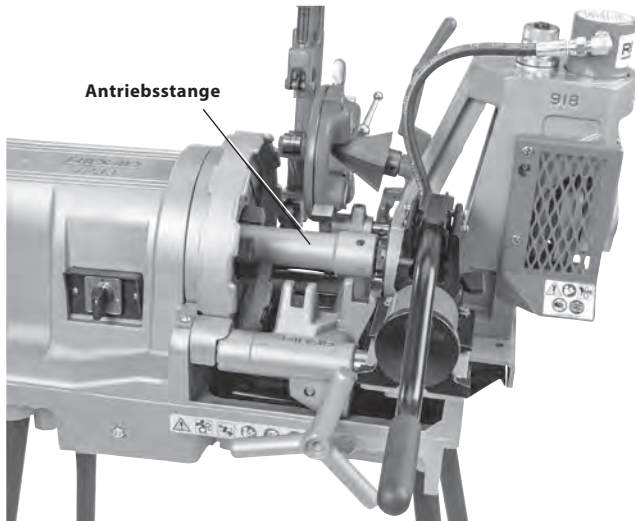

Abbildung 8C - Installation der Antriebsstange
6. Wenn das 918 am Ende der Gewindeschneidmaschine positioniert ist, ziehen Sie das vordere Spannftter der Maschine an der Antriebsstange fest. *Siehe Abbildung 8C*.